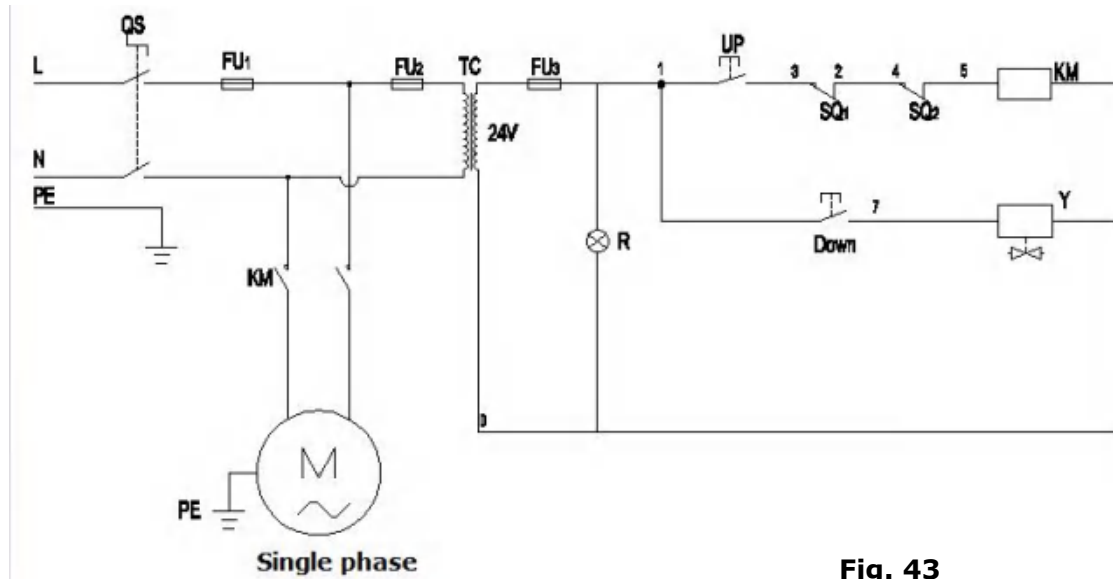

Fig. 43
3.3 220V Circuit diagram (See Fig. 43).